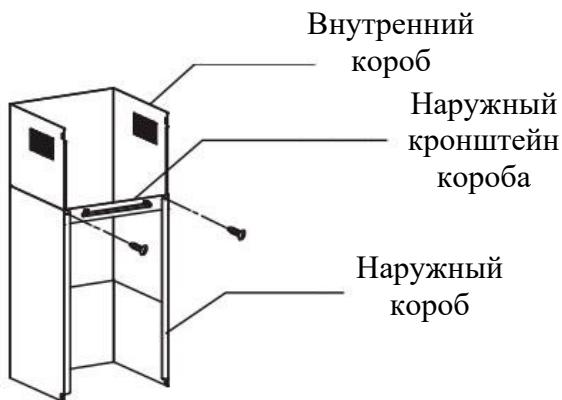

Рис. 5
4. Установите кронштейн наружного короба на наружный короб с помощью 2 винтов ST4*8 мм, убедитесь, что внутренний короб можно свободно сдвигать. Смотрите рис. 5.